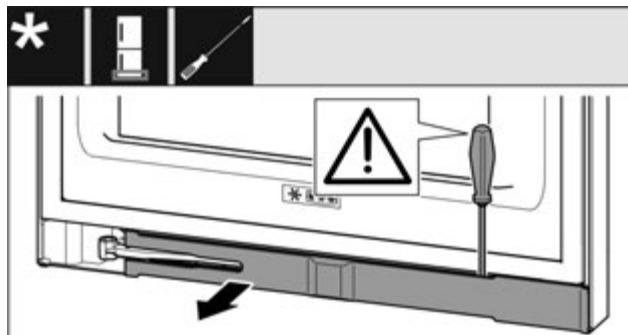

Fig. 13
- За допомогою шліцевої викрутки звільніть від фікатора та поверніть убік накладку Fig. 13 (0).